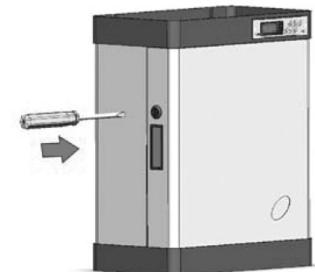

рис. 4
3. Откройте отверткой замки по сторонам передней панели корпуса [рис. 4, 5 и 6].